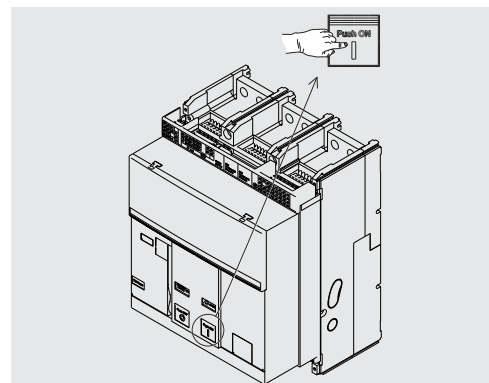
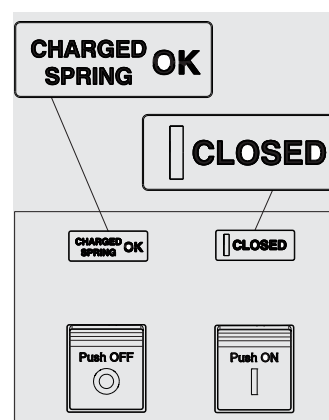

Рис. 18
Рис. 25
4. Замыкание – Нажать на кнопку замыкания «I - CLOSED», как показано на Рис. 18.
4. Автоматический выключатель замкнут, пружины механизма взведены (см. Рис. 25). Это состояние возможно в том случае, когда после замыкания (см. шаг 4 - Рис. 18) пружины были взведены вручную или автоматически, при помощи мотор-редуктора (если таковой предусмотрен комплектацией устройства).